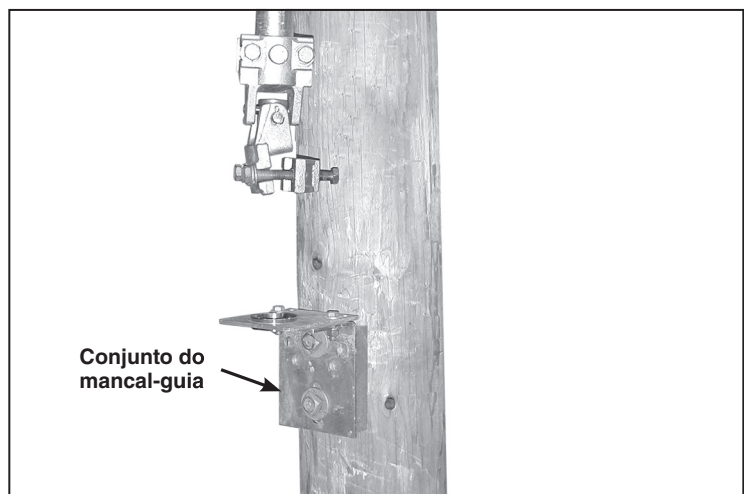

Figura 17. Instalação do conjunto do mancal-guia.
PASSO 15. Posicione e instale o conjunto de mancais-guia ao poste conforme as dimensões mostradas no diagrama de montagem. Ver Figura 17.